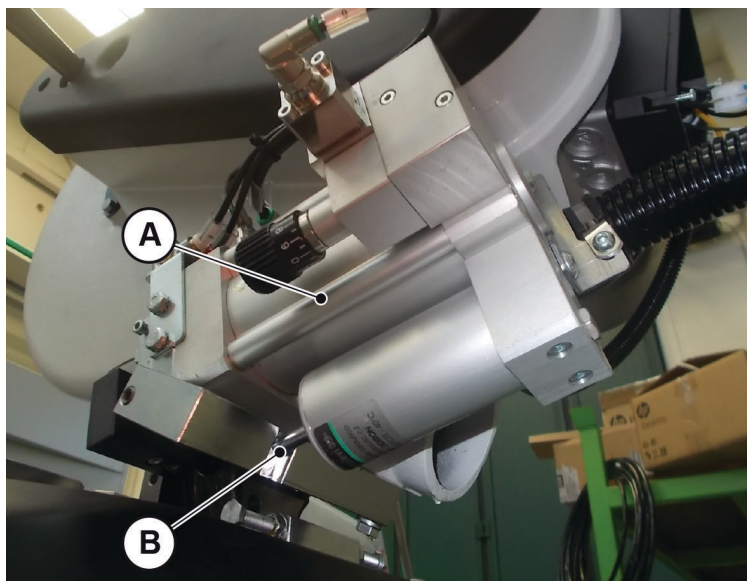

Fig. 09-03
- Frequenza settimanale: verificare che il cilindro oleopneumatico “A” (**Fig. 09-03**) non si sia scaricato di olio altrimenti la velocità di taglio non sarebbe più regolabile e ciò potrebbe compromettere l'integrità della lama: quando si verifica che il perno “B” (**Fig. 09-03**) (che normalmente fuoriesce dal corpo cilindro come indicato in figura) è completamente rientrato all'interno del corpo cilindro, allora significa che l'olio non è più presente e il cilindro va immediatamente sostituito.